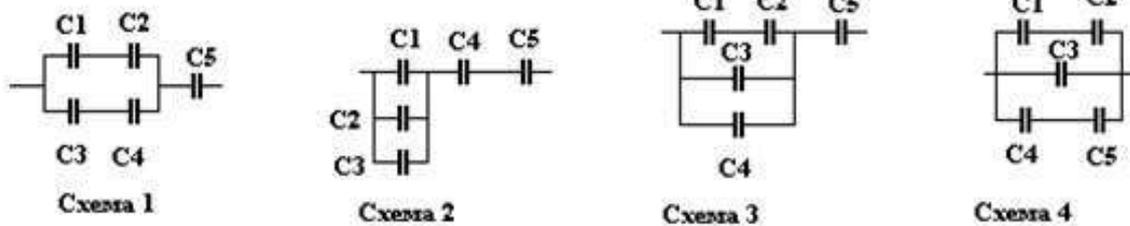

Рисунок 1
2. Определите эквивалентную ёмкость батареи конденсаторов (рис.1).